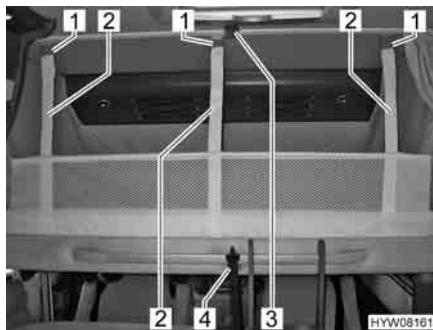

Fig. 82 Letto basculante con rete protettiva montata
- Staccare la cintura di ritegno (Fig. 82,4).
- Staccare le cinture di ritegno (Fig. 82,2) e sistemare la rete protettiva sotto il materasso.
- Assicurare il letto basculante al soffitto (Fig. 82,3) mediante la cintura di ritegno (Fig. 82,4).
- Aggiungere le cinture di ritegno (Fig. 82,2) ai ganci (Fig. 82,1) del soffitto.